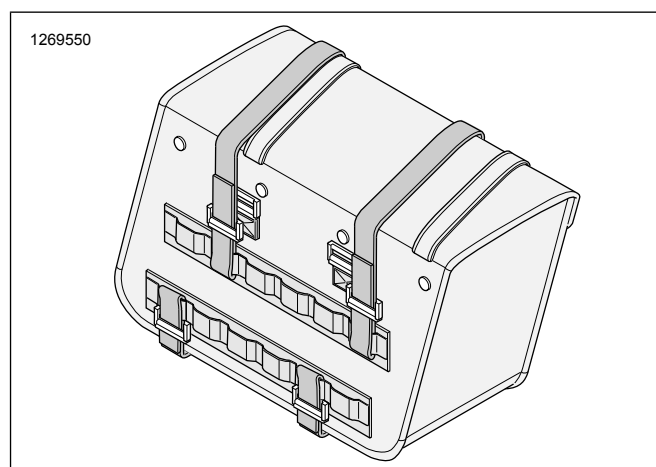

Figure 2. Fixation auto-agrippante (classique)
2. Voir la figure 2. Attacher au moins trois fixations auto-agrippantes à l'arrière de la sacoche.